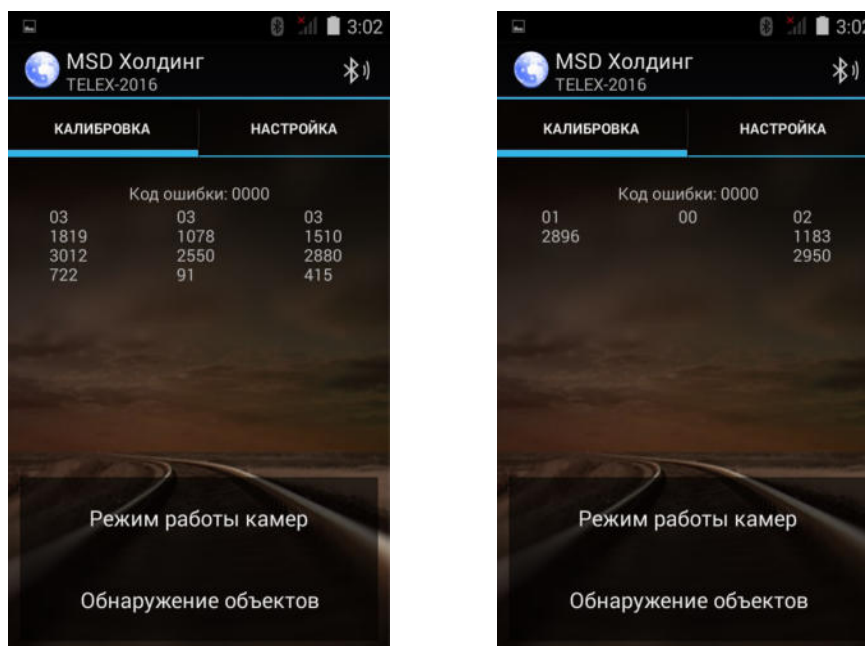

Рисунок 23. Диагностика неисправностей.
2.5.3.2 Включить БИПКП согласно п.2.3.2, запустить приложение «MSD Holding», войти в режим настройки, нажав на кнопку «**Настройка**» в во вкладке «Настройки» меню управления приложения, войти в раздел «**Калибровка**». Нажать на кнопку «**Режим работы камер**» и записать появившиеся на экране ПДУ числа, например, как изображено на Рис.23, слева.
2.5.3.3 Включить БИПКП согласно п.2.3.2, запустить приложение «MSD Holding», войти в режим настройки, нажав на кнопку «**Настройка**» в во вкладке «Настройки» меню управления приложения, активировать вкладку «**Калибровка**». Нажать на кнопку «**Обнаружение объектов**» и записать появившиеся на экране ПДУ числа, например, как изображено на Рис.23, справа.